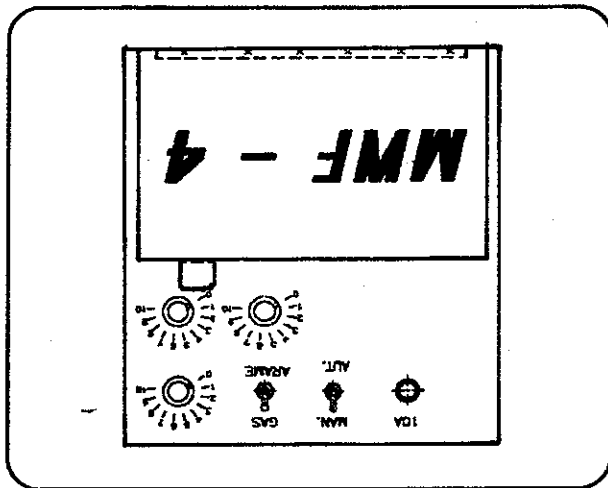

Fig.12 - Painel Frontal do Cabegote MMF.
- Na Fig.12, Painel dos Cabegotes, encontramos: